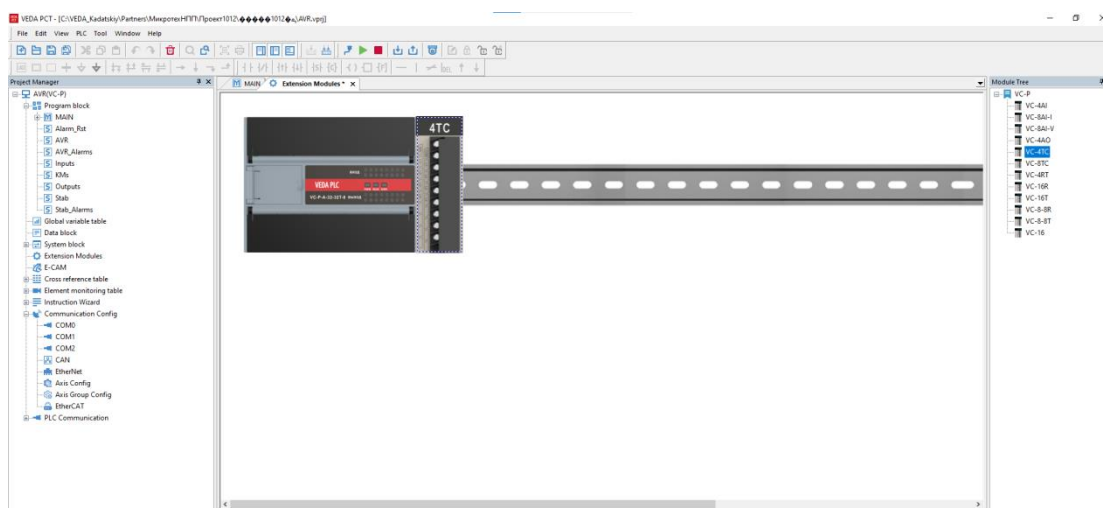

Рисунок 4-1 Конфигурация аппаратного обеспечения
1) Создадим новый проект и настроим параметры аппаратного обеспечения как показано ниже на рис. 4-1.